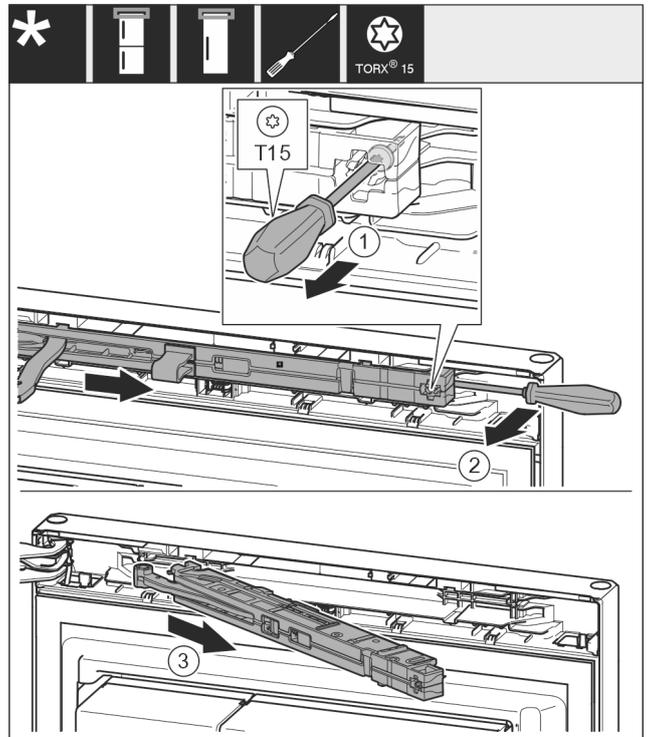

Fig. 10
- ▶ Suelte el tornillo en la unidad de amortiguador de cierre aprox. 14 mm con el destornillador T15. Fig. 10 (1)
- ▶ Desplácelo con un destornillador por el lado del tirador detrás de la unidad de amortiguador de cierre y gire la unidad hacia delante. Fig. 10 (2)
- ▶ Extraiga la unidad de amortiguador de cierre. Fig. 10 (3)